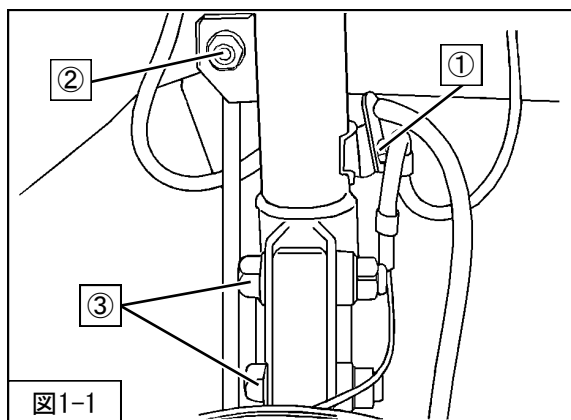

図1-1
2. ①ブレーキホース・ABSセンサハーネス取付ボルト
②スタビライザリンク取付ナット
③フロントサスペンションASSYロア取付ボルト・ナットを取外してください。（図1-1）